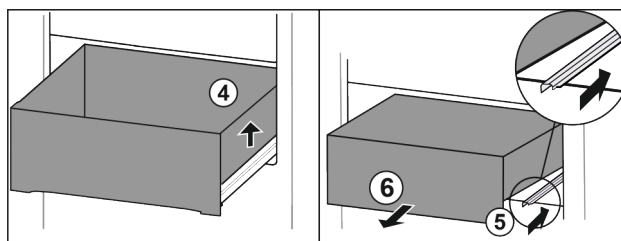

Fig. 63
► Ridicați sertarul din dreapta. Fig. 63 (4)
► Inserați șina din dreapta. Fig. 63 (5)
► Extrageți sertarul spre înainte. Fig. 63 (6)